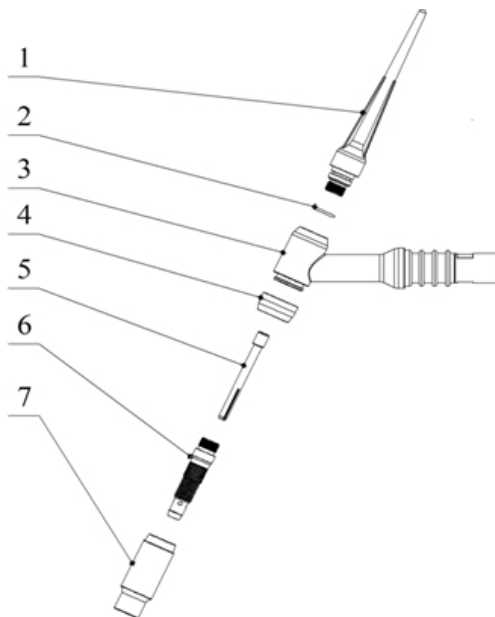

Рис. 6.1. Расходные части для горелок TIG:
**ВНИМАНИЕ!** Расходные части, такие как: сопло, цанга, держатель цанги, вольфрамовый электрод, заказываются дополнительно в зависимости от выполняемых задач (см. рис. 6.1).